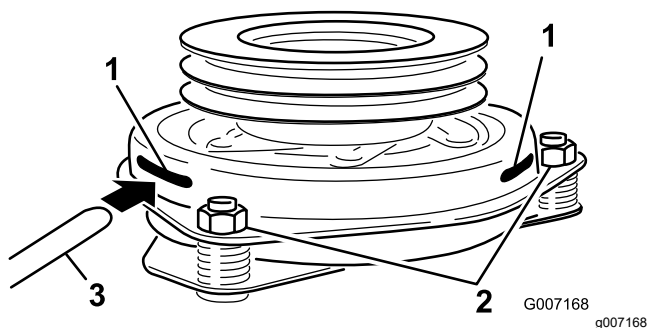

Figura 82
9. Inserite uno spessore da 0,381 a 0,533 mm attraverso una scanalatura d'ispezione sul lato del gruppo (Figura 82).
10. Stringete i dadi di bloccaggio fino a fissare leggermente lo spessore facendo però in modo di poterlo muovere facilmente all'interno del traferro (Figura 82).